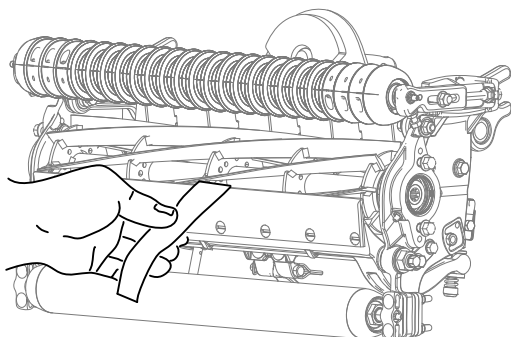

Figura 13
- Verificate le prestazioni di taglio inserendo una lunga striscia di carta di verifica del taglio (n. cat. Toro 125-5610) tra il cilindro e la controlama, perpendicolarmente alla controlama (Figura 13).